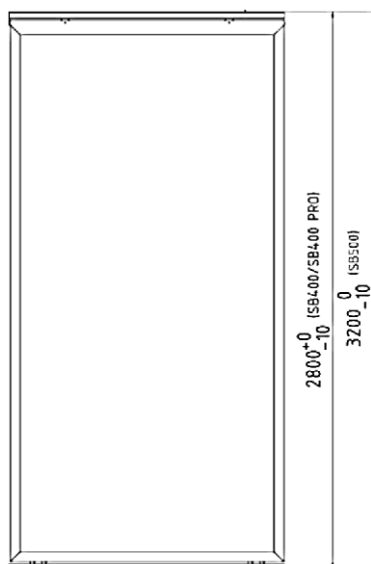

fig. 1.
1. Vérifier la mise à niveau de la sous-structure supérieure pour la fixation du rail supérieur Slide. L'espace entre les sols pour la fixation du rail inférieur et du rail supérieur doit être au max. 3200 mm (fig.1).